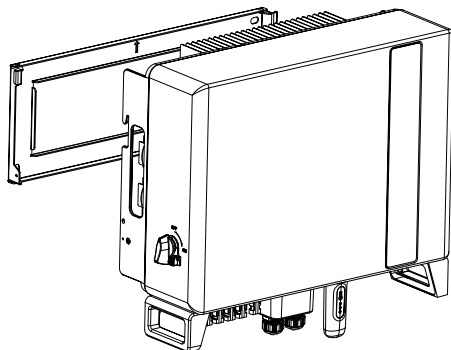

Figura 4.4 Suport de montare pe perete
2. Ridicați invertorul (având grijă să nu forțați corpul) și aliniați suportul din spate de pe invertor cu secțiunea convexă a suportului de montare. Suspendați invertorul pe suportul de montare și asigurați-vă că invertorul este bine fixat (a se vedea figura 4.4).